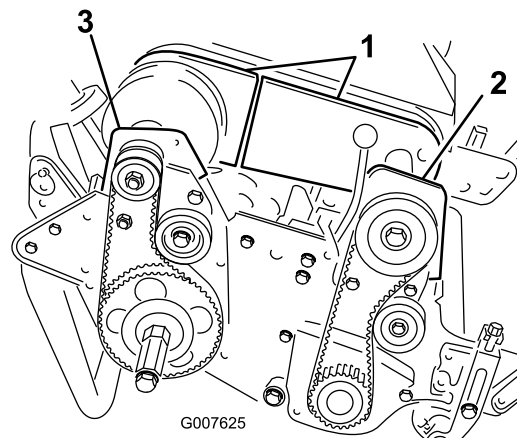

Figura 42
4. Retire os parafusos que prendem as secções frontais e traseiras da cobertura do diferencial à estrutura do diferencial e deslize a cobertura para fora para expor a correia (Figura 42).
6. Retire os 2 parafusos e porcas que prendem a estrutura da embraiagem frontal à placa lateral (Figura 42).
8. Retire os 2 parafusos e porcas que prendem a estrutura da embraiagem direita traseira à placa lateral (Figura 42).